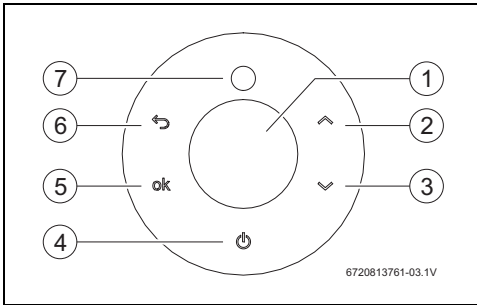

Fig. 6 Display digital
- ▶ Tocar en el símbolo . El panel muestra la temperatura deseada del agua. Siempre que el quemador enciende, el display indica  (Fig. 6, [7]).